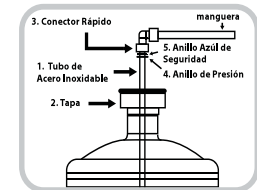
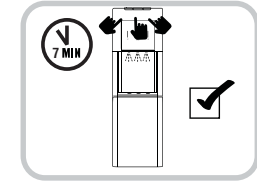

Fig.1
Fig.2
3. Instalación de la conexión de la bomba para el botellón de agua (Fig. 1)
A. Coloque un botellón de agua de 3 o 5 galones afuera de la unidad, al frente de la puerta abierta del gabinete. introduzca el tubo de acero inoxidable (1) dentro del botellón con al menos un galón de agua (inserte el extremo doblado del tubo en el botellón). Una parte del tubo estará expuesto sobre el cuello de la botella. Es normal tener una porción adicional expuesta del tubo cuando se utiliza un botellón de agua de 3 galones.
B. Deslice la tapa (2) sobre el tubo y presiónela en la apertura del botellón para asegurarla.
5. Conecte el dispensador al tomacorriente. Por favor revise antes las secciones de INSTRUCCIONES IMPORTANTES DE SEGURIDAD y GUÍA DE INSTALACIÓN. La unidad empezará a llenar los tanques de agua fría y caliente (esto tomará aproximadamente 7 minutos). Permita que el agua se asiente en los tanques de agua caliente y fría por lo menos 7 minutos. Presione en cada una de las llaves (caliente y fría) para confirmar que el agua está corriendo por la unidad. (Fig. 2).